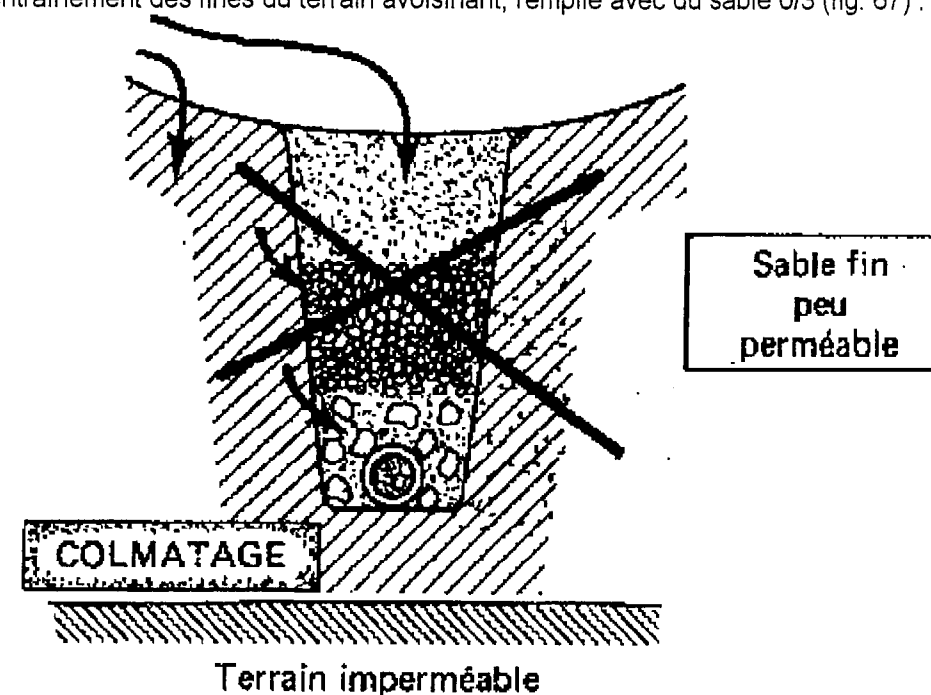

figure 66
- la tranchée drainante est creusée dans un terrain constitué de matériaux sableux à grains fins (ce qui explique leur faible perméabilité et justifie le drainage) tels que « sable à lapin » (sable de Fontainebleau, sable d'estuaire,...) ou limon sableux. Dans ce cas également, le risque de colmatage par entraînement des fines peut être grand (fig. 66). On peut y remédier, soit en s'orientant, comme précédemment, vers la solution décrite à l'article 3.3.2.2, soit en utilisant des tuyaux en